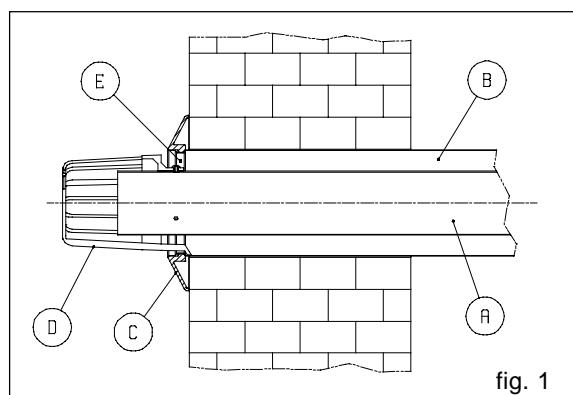

fig. 1
- Preparare i tubi tagliandoli alla lunghezza appropriata al tipo di installazione, quindi introdurre il tubo fumi nel tubo aria fino a raggiungere il fermo E (fig. 1) posto all'estremità della guaina. Se l'operazione è eseguita correttamente, la sporgenza del tubo fumi Ø 60 rispetto al tubo aria Ø 100, risulterà di 7,5 mm.